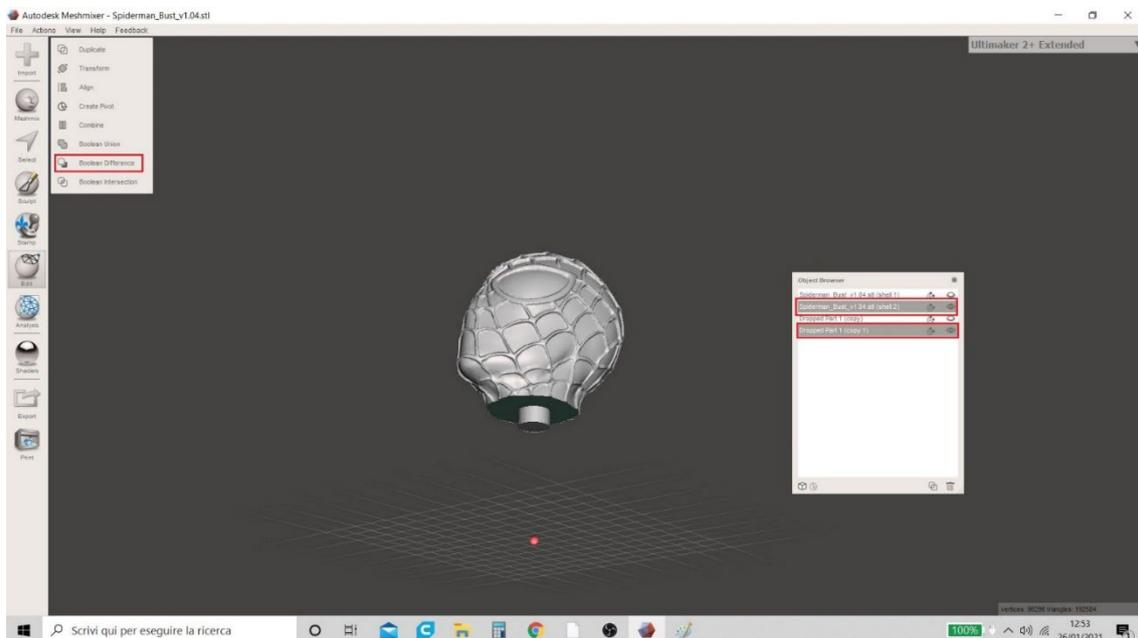

Figura 20 Meshmixer
13. Selezionare i due modelli contemporaneamente (tenendo premuto il tasto "Maiusc") e nel menu "Modifica" fare nuovamente clic sulla funzione "Differenza booleana" (Figura 20 Meshmixer).